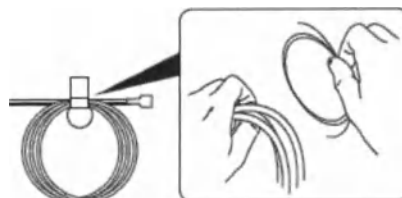

Рисунок 92 — Удаление одноразового проволочного очистителя
1. Удалите бумажную полосу, скрепляющую коннектор пучка трубок рукоятки и одноразовый проволочный очиститель. Держите одноразовый проволочный очиститель под рукой для использования во время процедуры (рисунок 92).